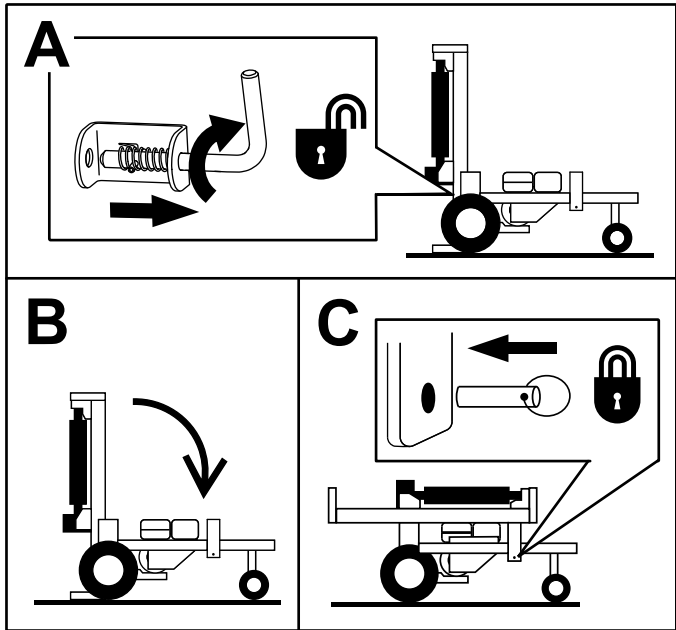

Figura 11
- Gire la palanca de bloqueo vertical a la posición de abierto (Figura 11).
2. Gire cuidadosamente el riel a la posición horizontal (Figura 11).
3. Instale el pasador de bloqueo para inmovilizar el riel (Figura 11).